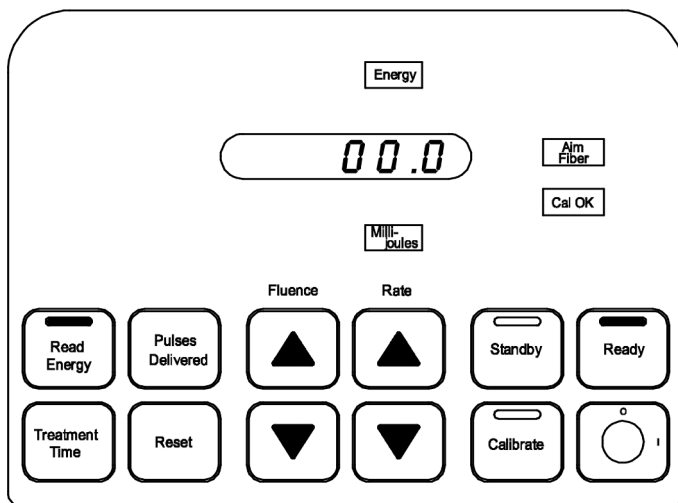

Rysunek 11
7. Podczas pracy systemu lasera ekscymerowego łączny czas zabiegu jest rejestrowany. Aby pobrać czas zabiegu, należy przerwać pracę lasera i nacisnąć przycisk **Treatment Time** (Czas zabiegu). Lampka wskaźnika **Min/Sec** świeci, a łączny czas zabiegu jest pokazany na wyświetlaczu (Rysunek 11).